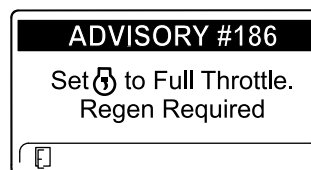

Figura 63
**Nota:** Se la temperatura di scarico del motore è troppo bassa, l'InfoCenter visualizza ADVISORY #186 (Figura 63) per invitarvi a far girare il motore a pieno gas (minima superiore).